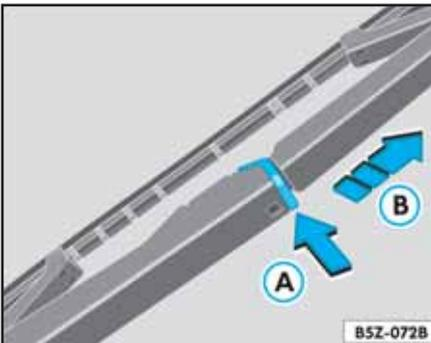

Fig. 153 Escobilla del limpiador de la luneta trasera
- Presione el gancho de la escobilla del limpiador trasero ⇒ **fig. 153** **(A)**, en el sentido de la flecha.
- Tire de la escobilla del limpiador del vidrio ⇒ **fig. 153** **(B)**, en el sentido de la flecha.